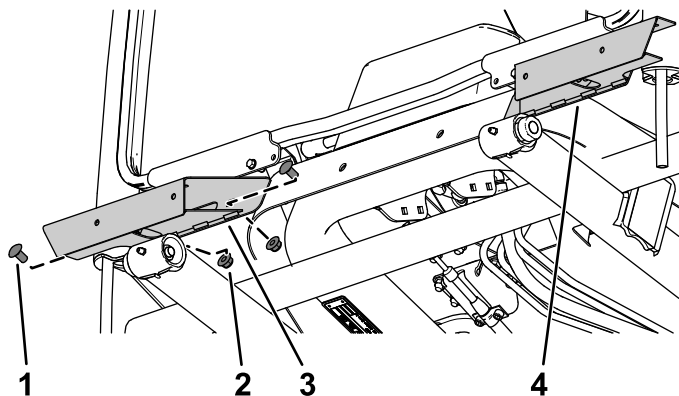

Figura 14
1. Fixai baza luminii din stânga i baza luminii din dreapta pe cadrul cabinei folosind 2 uruburi de fixare ($\frac{3}{8} \times \frac{3}{4}$ ") i 2 contrapiulie ($\frac{3}{8}$ ") pe fiecare parte (Figura 14).